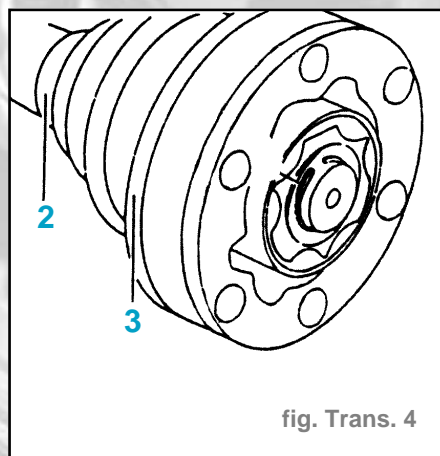

fig. Trans. 4
- Défaire le collier (2) du soufflet côté pont (fig. Trans. 4).
- Chasser la calotte (3) avec le soufflet.
- Enlever le circlip (4).